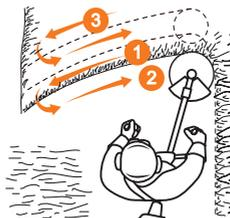

Рис. 15
- Для кошения густой высокой травы перемещайте режущую часть медленно и осторожно. Скашивание травы производится на максимальных оборотах двигателя справа налево, возвращайте катушку по уже скошенной траектории (Рис. 15).